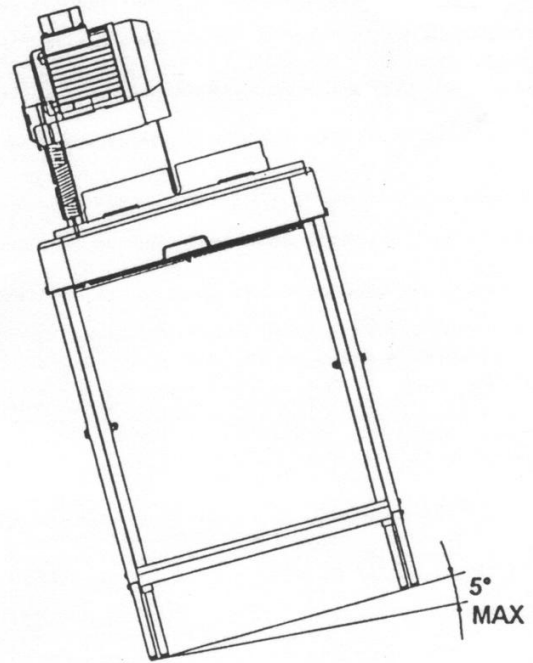

Fig. 2.1
- ◆ Placera alltid maskinen på en plan och stabil yta med en maximal lutning på 5° (Fig. 2.1).